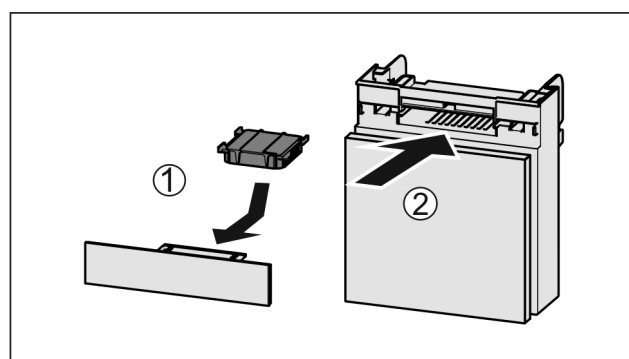

Fig. 93
- ▶ Filtr s aktivním uhlím vložte podle vyobrazení Fig. 93 (1).
- ▶ Zásuvku zasuňte Fig. 93 (2).